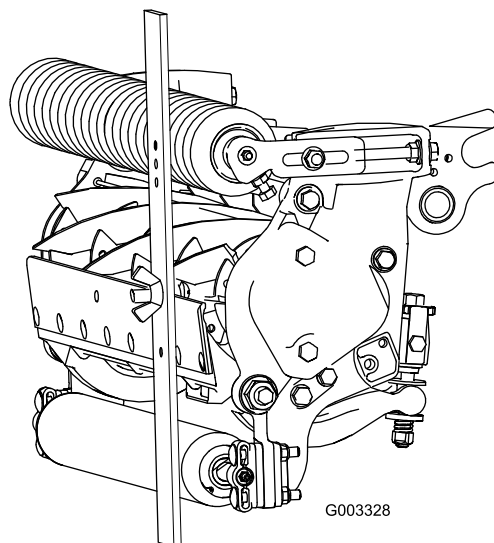

Figura 17
3. Prindeți capul urubului de marginea de tăiere a contracuitului și sprijiniți capătul posterior al barei pe rola posterioară (Figura 17).
4. Rotiți urubul de reglare până când rola frontală intră în contact cu bara de distanare (Figura 17). Reglați ambele capete ale rolei, până când întreaga rolă este paralelă cu contracuitul.